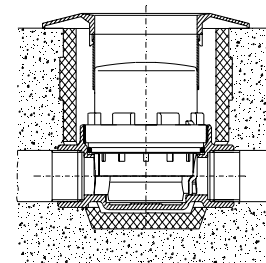

Abb. 4
- 2.12 Rosette (ggf. mit Verlängerungshülsen) auf die Zählwerkshaube bis zum Anschlag an der Wand schieben (siehe Abb. 4).